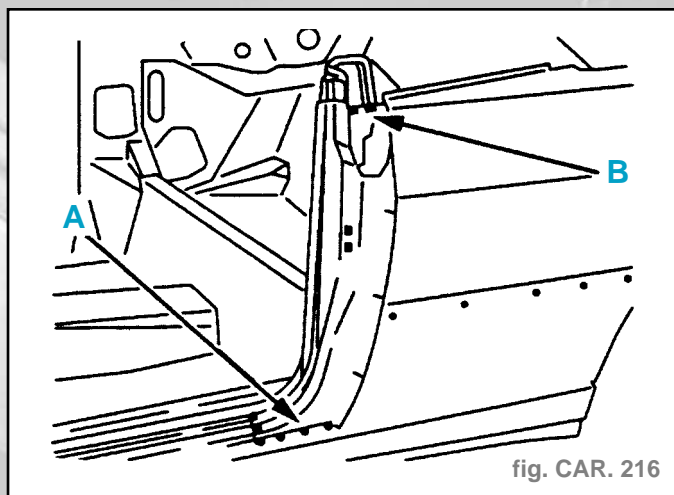

fig. CAR. 216
- Souder par points bouchons au MIG (suivant A) (fig. CAR. 216).